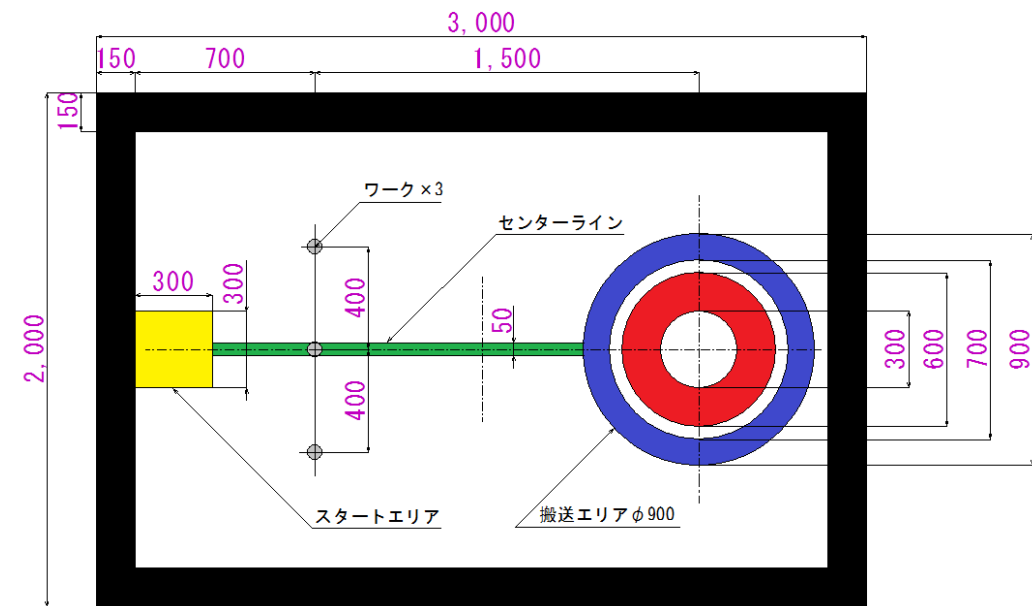

図1 ソフトウェア部門 競技場（Aコース、Bコース共通）
- ※ 競技場の床面は図1のように明確に区別の付くトーンで5色に色分けされています。競技場の外周は「黒」、スタートエリアは「黄」、センターラインは「緑」、搬送エリアの外周は「青」、青の内側に「赤」のシートが敷設されます。
参加ロボットは委員会が決めた順番に従って競技を行います。競技場には図1に示す位置に3個のワークが配置されています。ロボットは競技時間内に、より多くのワークを搬送エリア（青いサークル内）へ搬送し、搬送することにより加算されるポイントを競います。すべてのロボットがAコースとBコースで各1回、合計2回の競技を行います。2回の競技の合計ポイントで決勝トーナメントに進む上位8台のロボットを決定します。